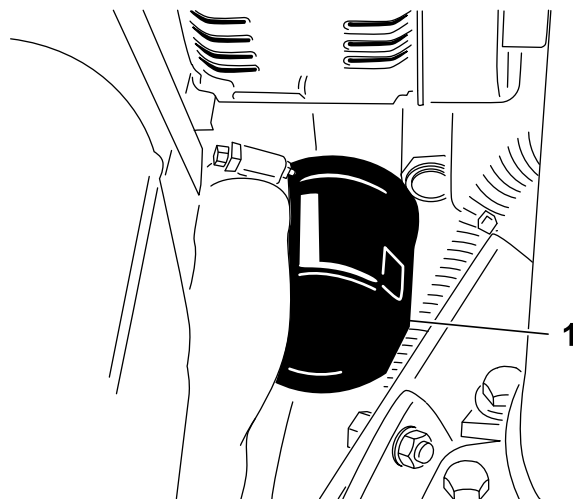

Figura 36
3. Togliete il filtro dell'olio (Figura 36).